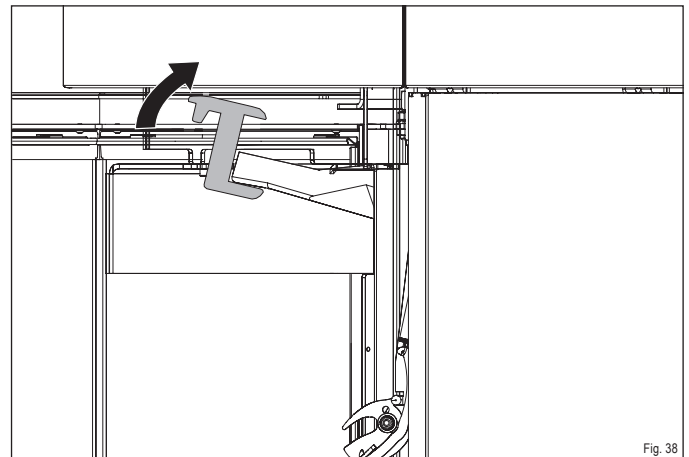

Fig. 38
- ▶ Faites tourner le support de la pierre thermique vers l'avant jusqu'à ce que la pierre thermique supérieure se désengage du support (Fig. 38).